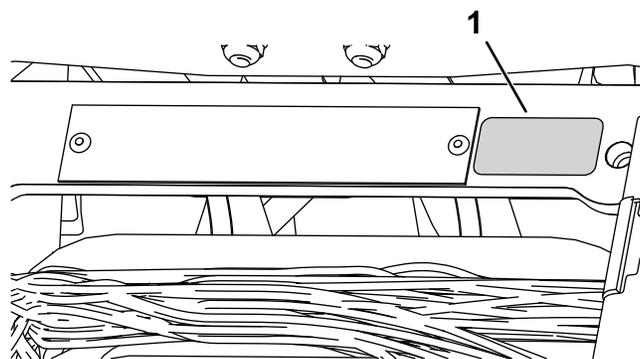

Рисунок 11
- Приклейте наклейку, указывающую год выпуска, рядом с табличкой с серийным номером (Рисунок 11).